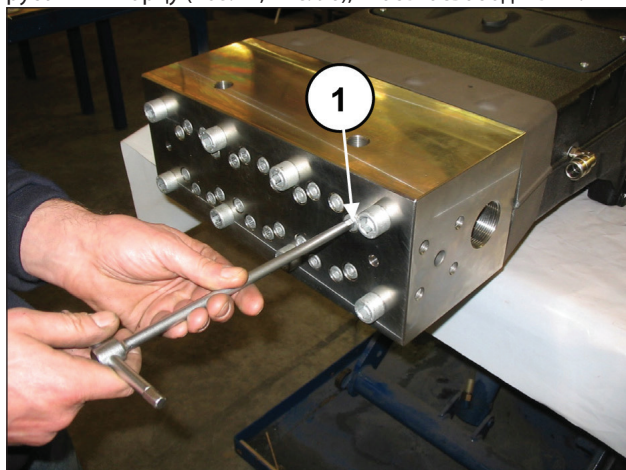
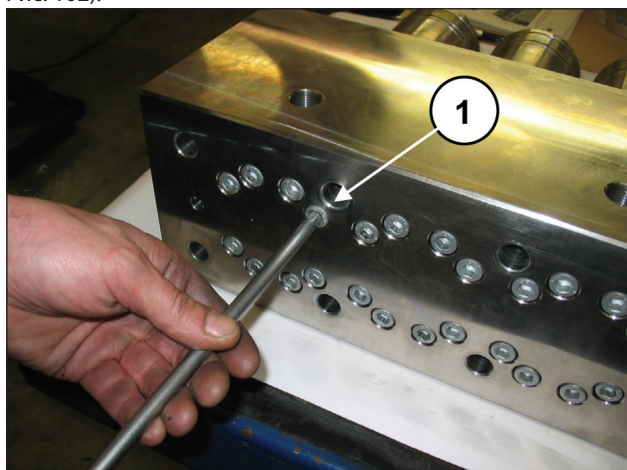
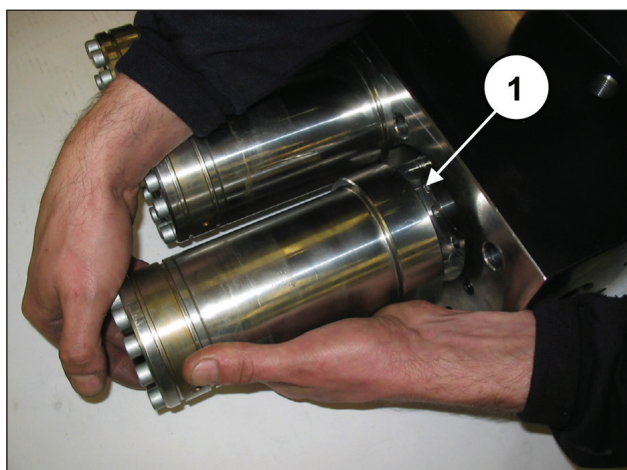
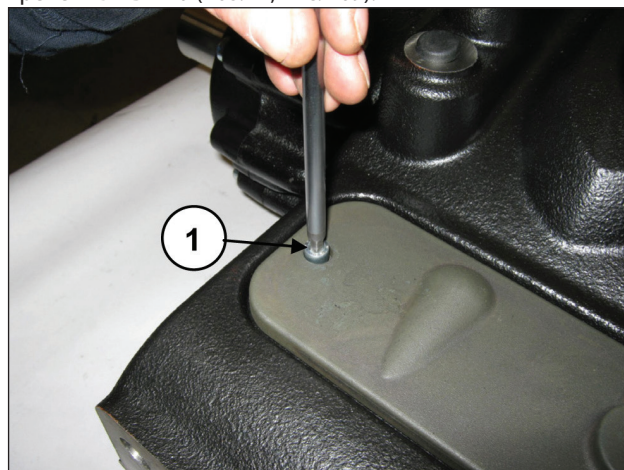

Рис. 96
Рис. 101
Рис. 102
Рис. 109
Ослабьте (не снимая) винты M10x140, которые крепят рубашки к торцу (поз. ①, Рис. 96), чтобы освободить их.
Снимите винты M10x140, которые крепят рубашки к торцу (поз. ①, Рис. 101), и извлеките узлы рубашек (поз. ①, Рис. 102).
Отсоедините торец и отдельную панель рубашек от картера насоса, как указано в п. 2.2.1 (с Рис. 96 по Рис. 102). Снимите верхнюю смотровую крышку, открутив 2 крепежных винта (поз. ①, Рис. 109).